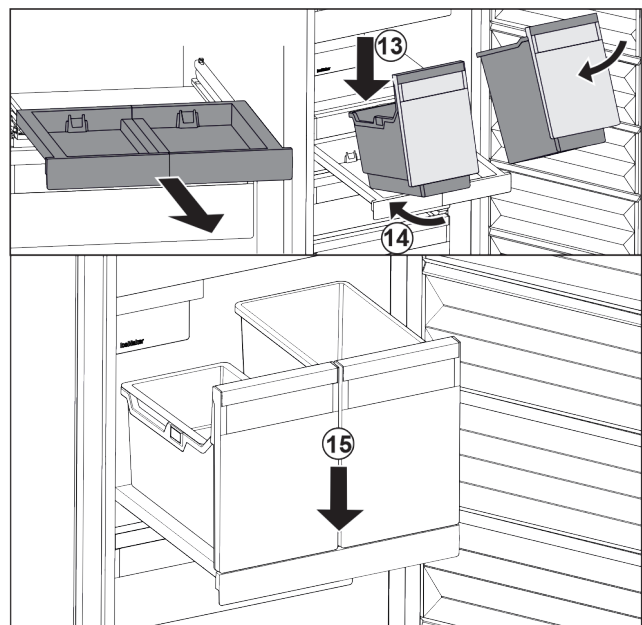

Fig. 24
- ▶ Поставете съда под ъгъл върху изтеглящата се дъска. Fig. 24 (13)
- ▶ Вкарайте съда под ъгъл назад. Fig. 24 (14)
- ▶ Спуснете съда отпред. Fig. 24 (15)